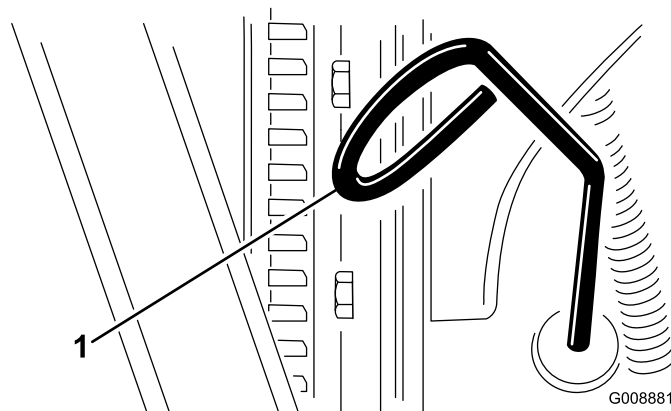

Figure 23
3. Retirez la jauge, essuyez-la sur un chiffon et remettez-la en place (Figure 23).